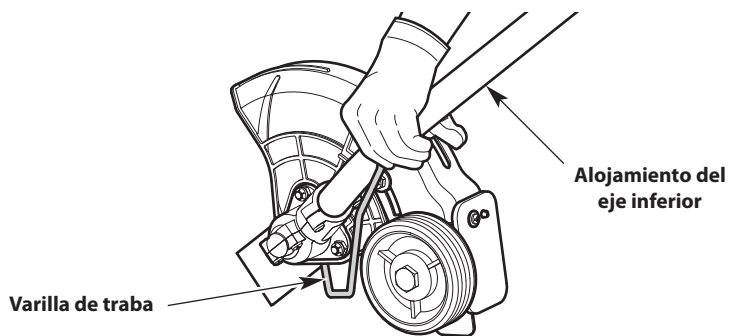

Fig. 8
2. Mantenga la varilla de traba en su lugar sosteniéndola al lado de la alojamiento del eje inferior (Fig. 8).
5. Mantenga la varilla de traba en su lugar sosteniéndola al lado de la caja del eje (Fig. 8).